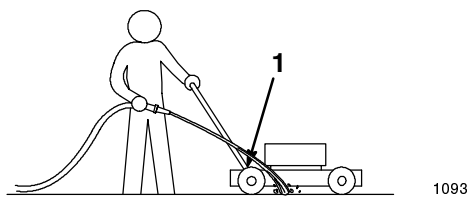

Figure 21
3. Tenez le tuyau d'arrosage à hauteur du mancheron et dirigez le jet d'eau vers le sol, juste devant la roue arrière droite (Fig. 21).